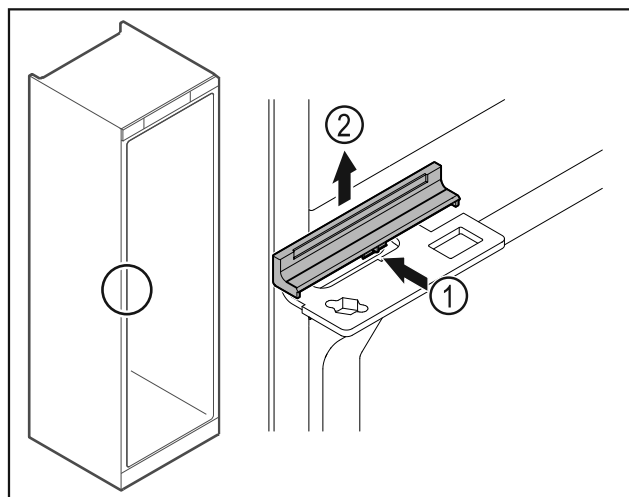

Fig. 42
- Tryck in skyddet Fig. 42 (1) något i mitten och ta av det uppåt Fig. 42 (2).